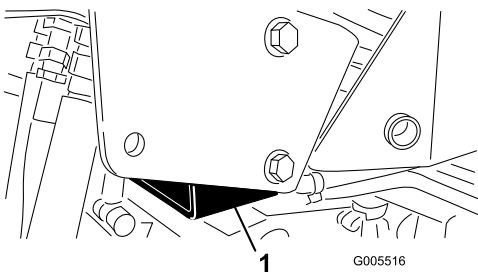

Figure 26
- Côté droit – sous l'appui de cric et adjacent au support du système antiretourneement (ROPS) (**Figure 26**)